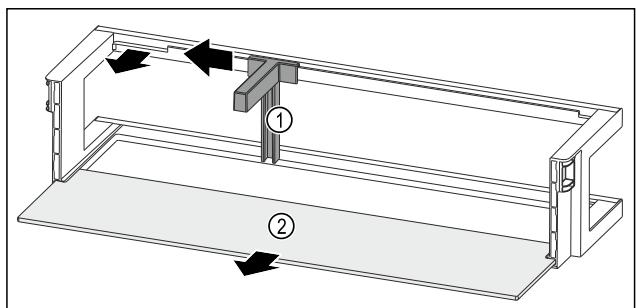

Fig. 120 Рафт на врата с преграда за бутилки и рафт
- ▶ Пълзнете преградата за бутилки Fig. 120 (1) настрани до прореза.
- ▶ Свалете преградата за бутилки Fig. 120 (1).
- ▶ Свалете рафта Fig. 120 (2).